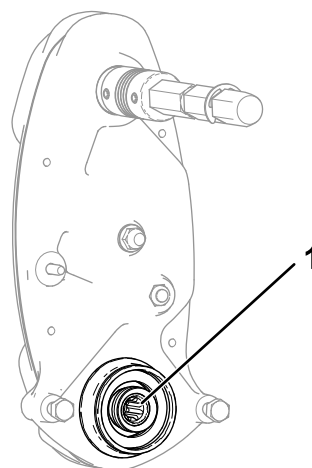

Figure 14
3. Assurez-vous qu'il reste de la graisse dans l'arbre d'entraînement du cylindre (Figure 14).